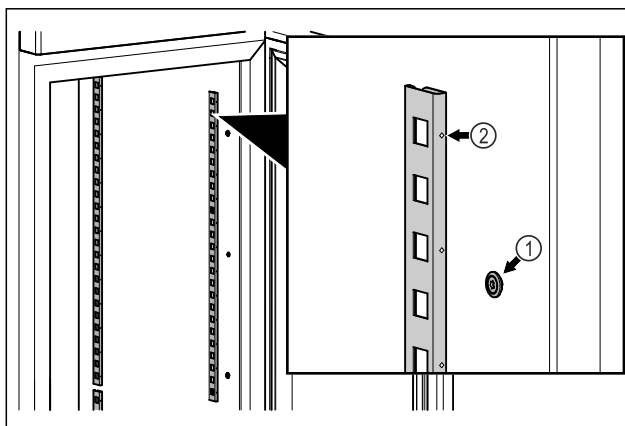

Fig. 83 Eksempelfremstilling
- ▶ Hekt sperrelistene inn i opphenget Fig. 83 (1). Markeringen Fig. 83 (2) må peke fremover.